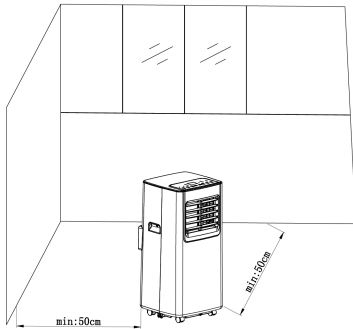

Abb. 1
- Das Produkt muss frei stehen mit einem Abstand von mindestens 50 cm zu anderen Objekten oder Hindernissen. Die Luftauslassungen (2) müssen in den Raum gerichtet sein. Vgl. Abb. 1.